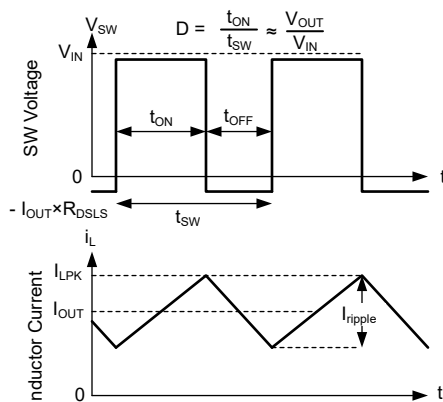

图 6-9. 连续导通模式 (CCM) 下的 SW 电压和电感器电流波形
有关 TLVM65030 的以下运行说明，请参阅节 6.2 和图 6-9 中的波形。两者都以变化的占空比 (D) 打开内部高侧 (HS) 和低侧 (LS) NMOS 开关，从而提供稳定的输出电压。在 HS 开关导通期间，SW 端子电压 V_{SW} 摆动至大约 V_{IN} ，电感器电流 i_L 以线性斜率增加。HS 开关由控制逻辑关闭。在 HS 开关关闭时间 t_{OFF} ，LS 开关打开。电感器电流通过 LS 开关放电，这会强制 V_{SW} 通过 LS 开关两端的压降摆动到地电位以下。稳压器环路调节占空比以保持恒定的输出电压。D 由 HS 开关在开关周期内的导通时间定义： $D = T_{ON} / (T_{ON} + T_{OFF})$ 。